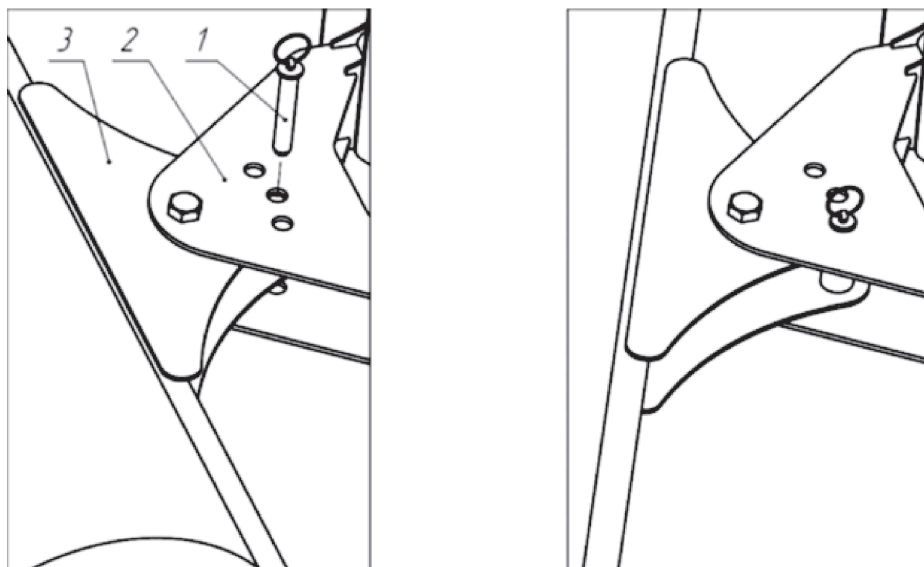

Рисунок 9 – Механическая регулировка угла поворота щетки
- Извлеките стопорный палец поз. 1 (Рис. 9) из технологического отверстия в корпусе подвешенного кронштейна поз. 2.